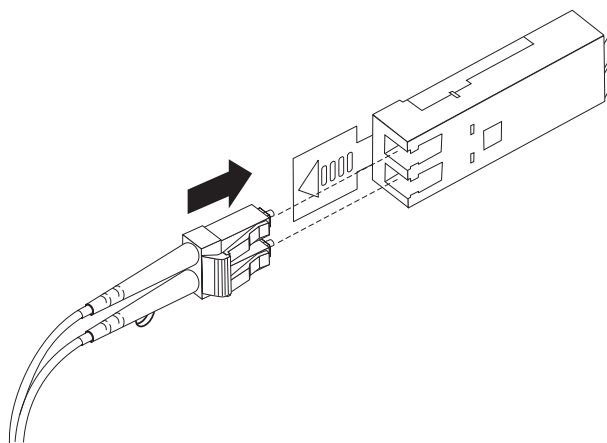

图 18. 将 LC-LC 光纤通道电缆插入 SFP 模块
4. 将 LC-LC 电缆的这一端小心插入 DS3400 中安装的 SFP 模块。电缆接头带有引脚用于帮助正确地安装。捏住接头，将电缆向内插直到它咔嗒一声到位，如图 18 中所示。